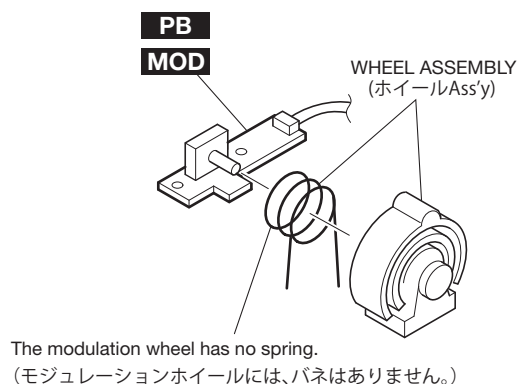

Fig. 5 (図5)
- 9-3. Pull out the wheel assembly from the PB circuit board. (Fig. 5)
- 10-3. Pull out the wheel from the MOD circuit board. (Fig. 5)
- 9-3. PB シートからホイール Ass'y を抜いて外します。(図 5)
- 10-3. MOD シートからホイールを抜いて外します。(図 5)